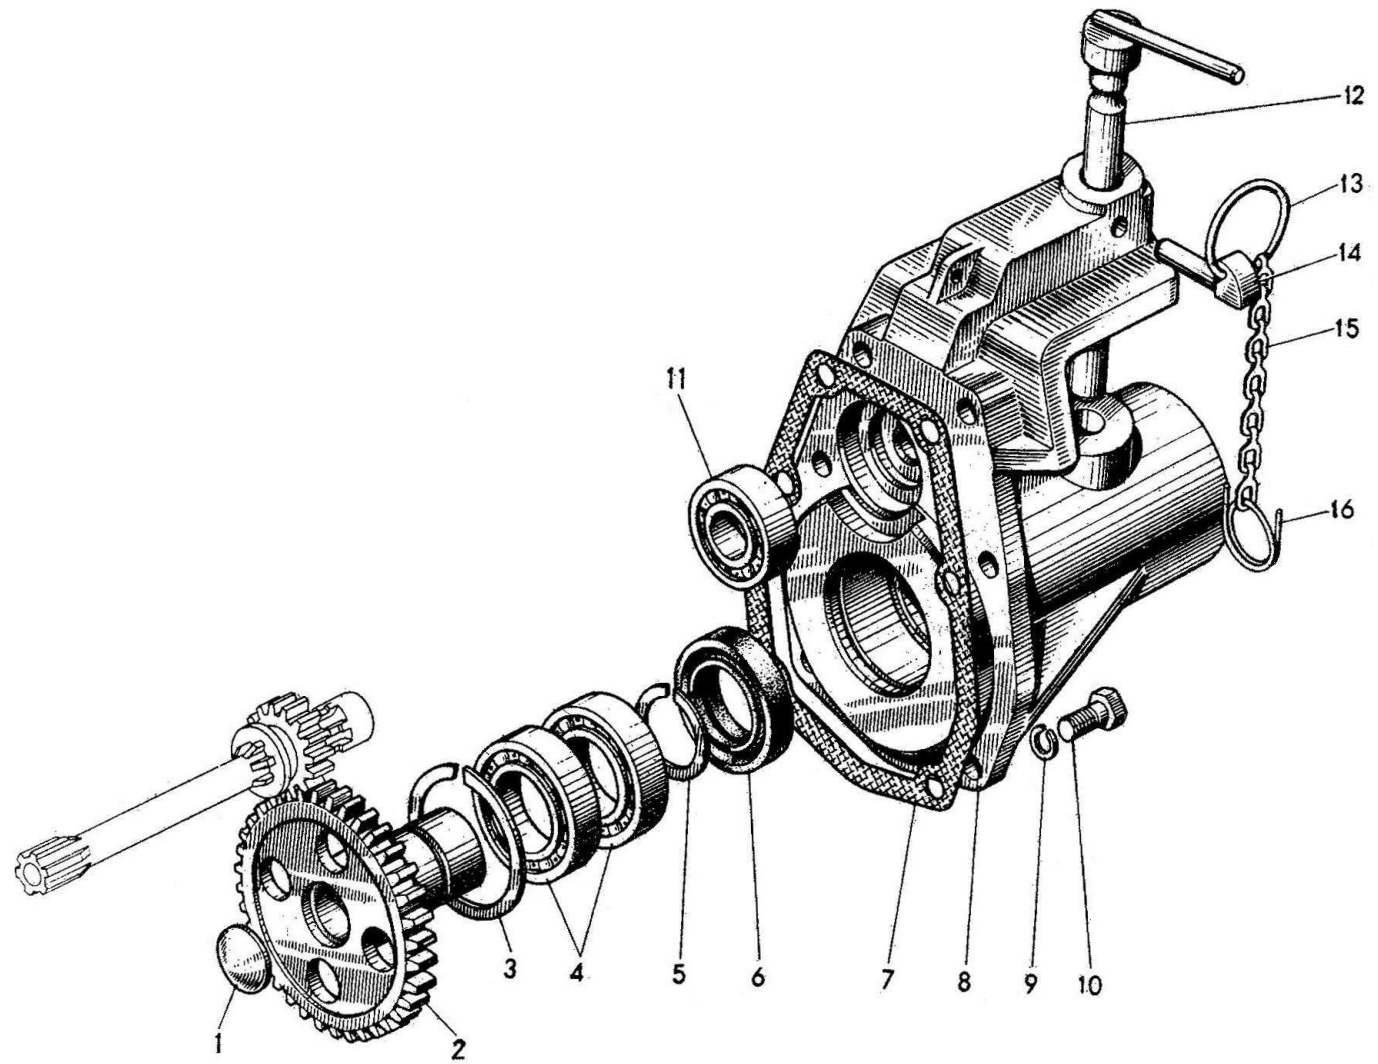

Рисунок 10 – Вал отбора мощности и прицепное устройство
**05-4202. Вал отбора мощности и прицепное устройство (рисунок 10)**